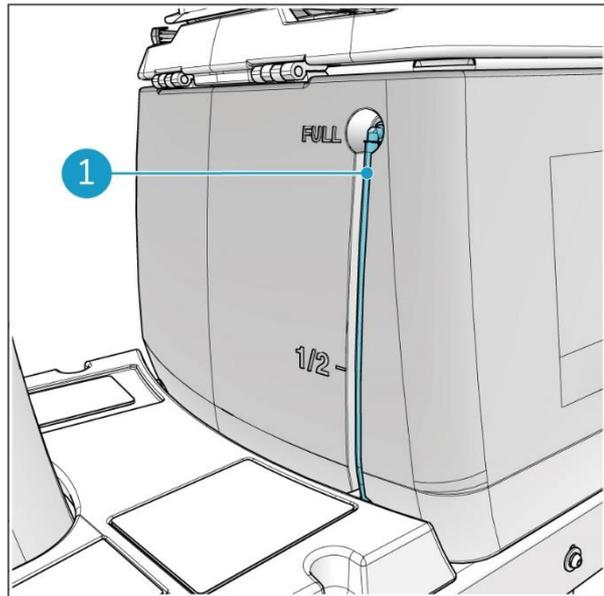

Figure 6
L'indicateur optique de niveau de la solution se trouve sur le réservoir de solution (Figure 6, pos. 1), sous le siège. Il permet de vérifier le niveau de solution pendant le remplissage du réservoir. L'interrupteur à flotteur qui se trouve à l'intérieur du réservoir évite que la pompe se désamorce. Lorsque cet interrupteur s'active, toutes les fonctions de nettoyage de l'i-drive® cessent, mais vous pouvez toujours piloter la machine.